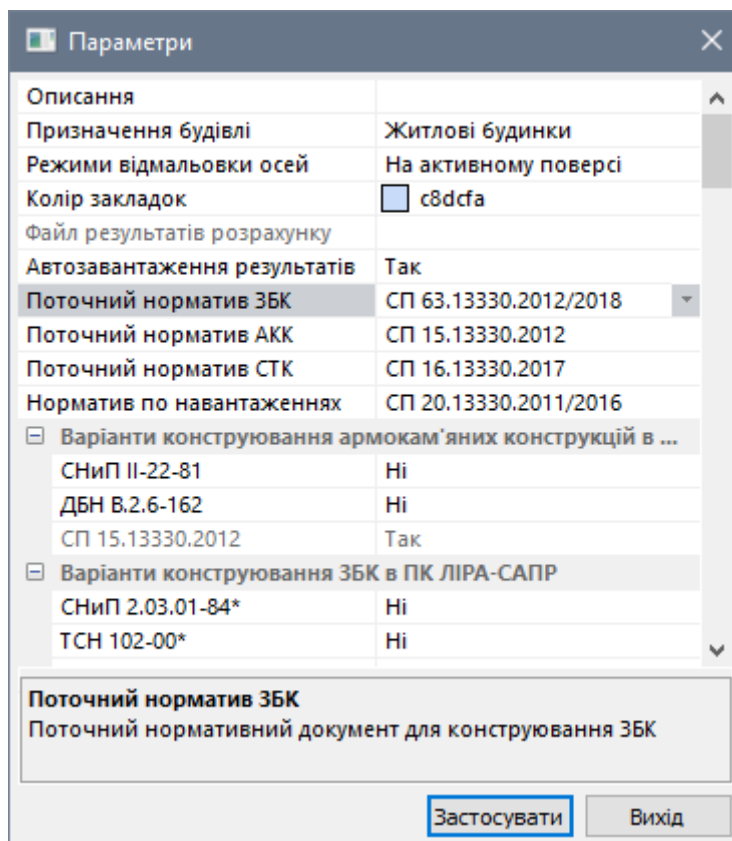

Рис. 23.2. Діалогове вікно **Параметри**
- У цьому діалоговому вікні переконайтеся, що в якості поточного нормативу ЗБК обраний **СП 63.13330.2012/2018**. Інші параметри залиште за умовчанням (рис. 23.2).